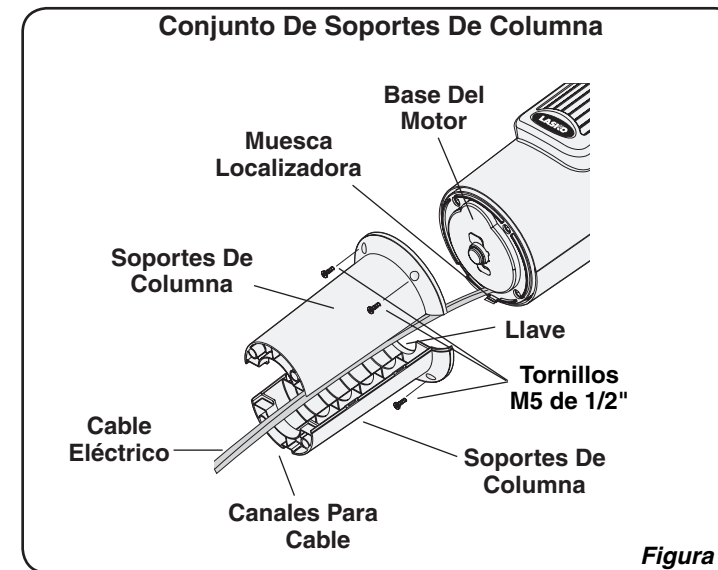

Figura 1
2. Localice el **Cable Eléctrico** en la parte inferior del Ventilador. Coloque el **Cable Eléctrico** en los **Canales Para Cable** de los **Soportes De Columna**. Encaje firmemente los **Soportes De Columna** el uno con el otro de modo de formar un **Conjunto De Soportes De Columna**. (**Figura 1**)
3. Una el **Conjunto De Soportes De Columna** a la **Base Del Motor** con (4) **Tornillos M5 de 1/2"** de largo. Cerciérese de alinear la **Llave** del **Conjunto De Soportes De Columna** con la **Muesca Localizadora** de la **Base Del Motor**. (**Figura 1**)